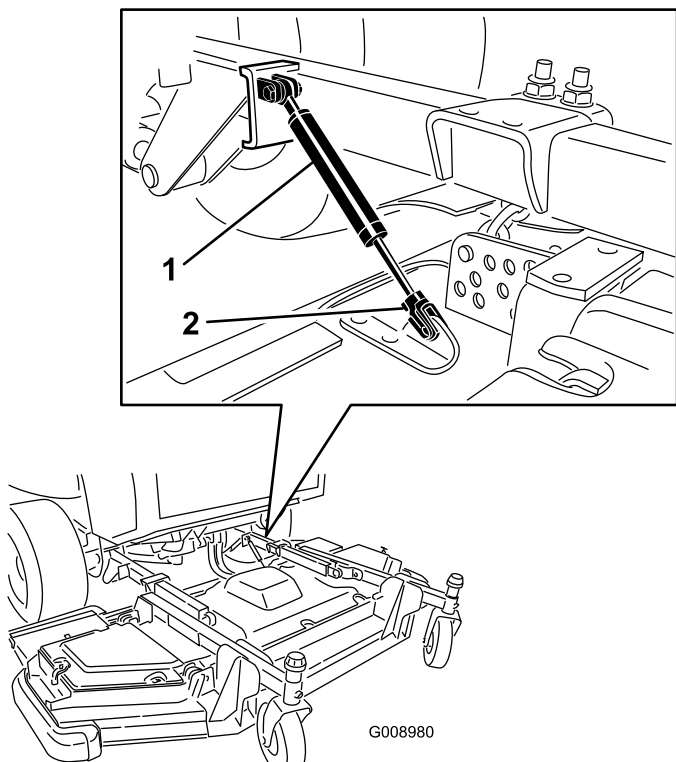

Figura 123
3. Togliete il fermaglio di ritegno e scollegate il gruppo ammortizzatore dal piatto di taglio (Figura 123).